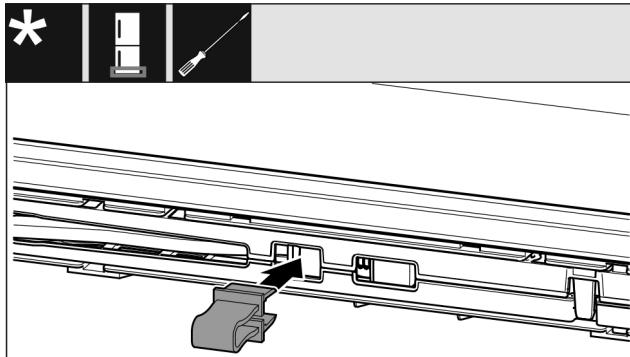

Fig. 16
- ▶ Pojistku nechte zapadnout do otvoru. (viz Fig. 16)